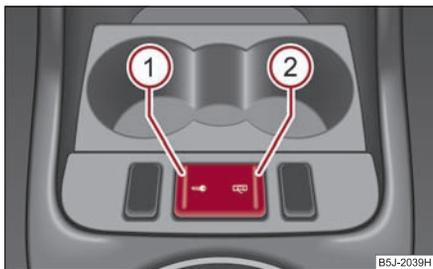

Fig. 37 Tecla del cierre centralizado
- Pulsar la tecla ① ⇒ fig. 37. El símbolo  en la tecla se encenderá.
- Pulsar la tecla ② ⇒ fig. 37. En la tecla se apagará el símbolo .